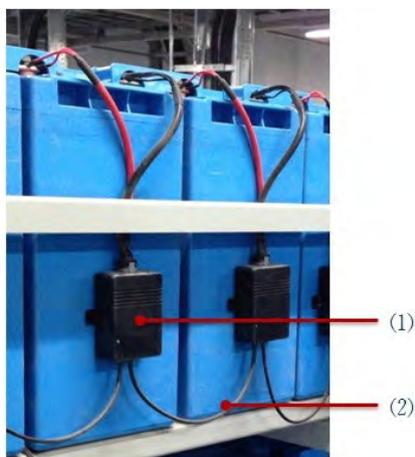

Рисунок 3-3-1
Установите датчики БМС01-ТА на боковой стороне аккумулятора, затем подключите кабель ТА к порту Л на модулях (Рисунок 3-3-1 (1)), светодиод загорится. После завершения настройки адреса подключите все модули БМС01-ТА последовательно коммуникационными кабелями (Рисунок 3-3-1 (2)).